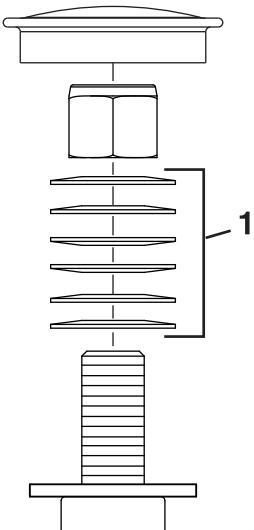

Рисунок 55
3. Зніміть пилозахисну кришку з колеса і затягніть контргайку (Рисунок 55).
4. Затягніть контргайку, доки запобіжні шайби не стануть рівними, а потім відкрутіть на  $\frac{1}{4}$  обороту, щоб встановити належним чином попереднє навантаження на підшипники (Рисунок 55).
**Важливо:** Переконайтесь, що запобіжні шайби встановлені належним чином, як показано в Рисунок 55.
5. Встановіть пилозахисну кришку (Рисунок 55).